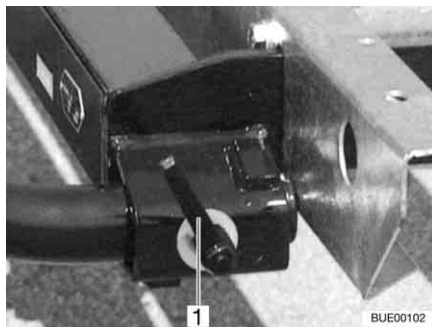

Fig. 8 Cierre rápido
- Encajar el soporte a la izquierda y a la derecha en el marco y retenerlo con un cierre rápido (Fig. 8,1) de cada lado.
- Soltar el cierre rápido (Fig. 8,1) y extraer el soporte de los alojamientos en el marco.